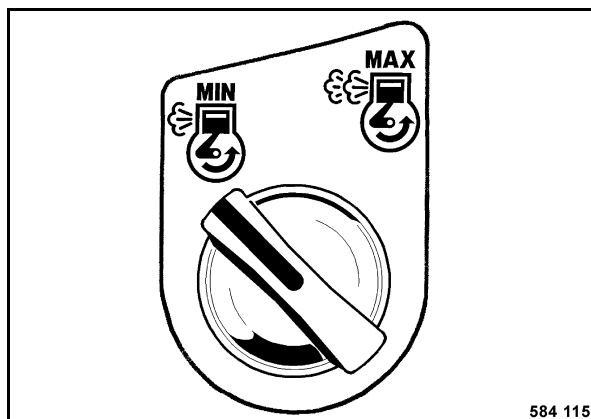

Fig. 37
- Colocar el interruptor giratorio (Fig. 37) a posición „Min“ (marcha en vacío).